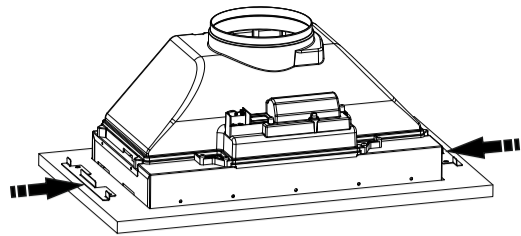

рис. 7
- Придерживая вытяжку, вставьте в специальные пазы с двух сторон 2 уголка (рис. 7).